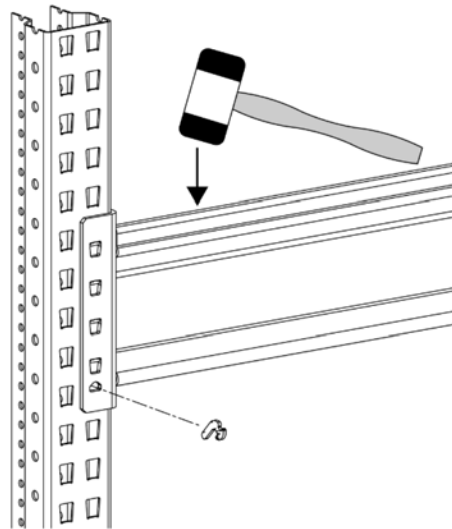

Fig. 8
5. Sujetar el larguero a ambos puntales con un perno de seguridad y fijarlo con un martillo de goma en la dirección de la flecha. (Fig. 8)